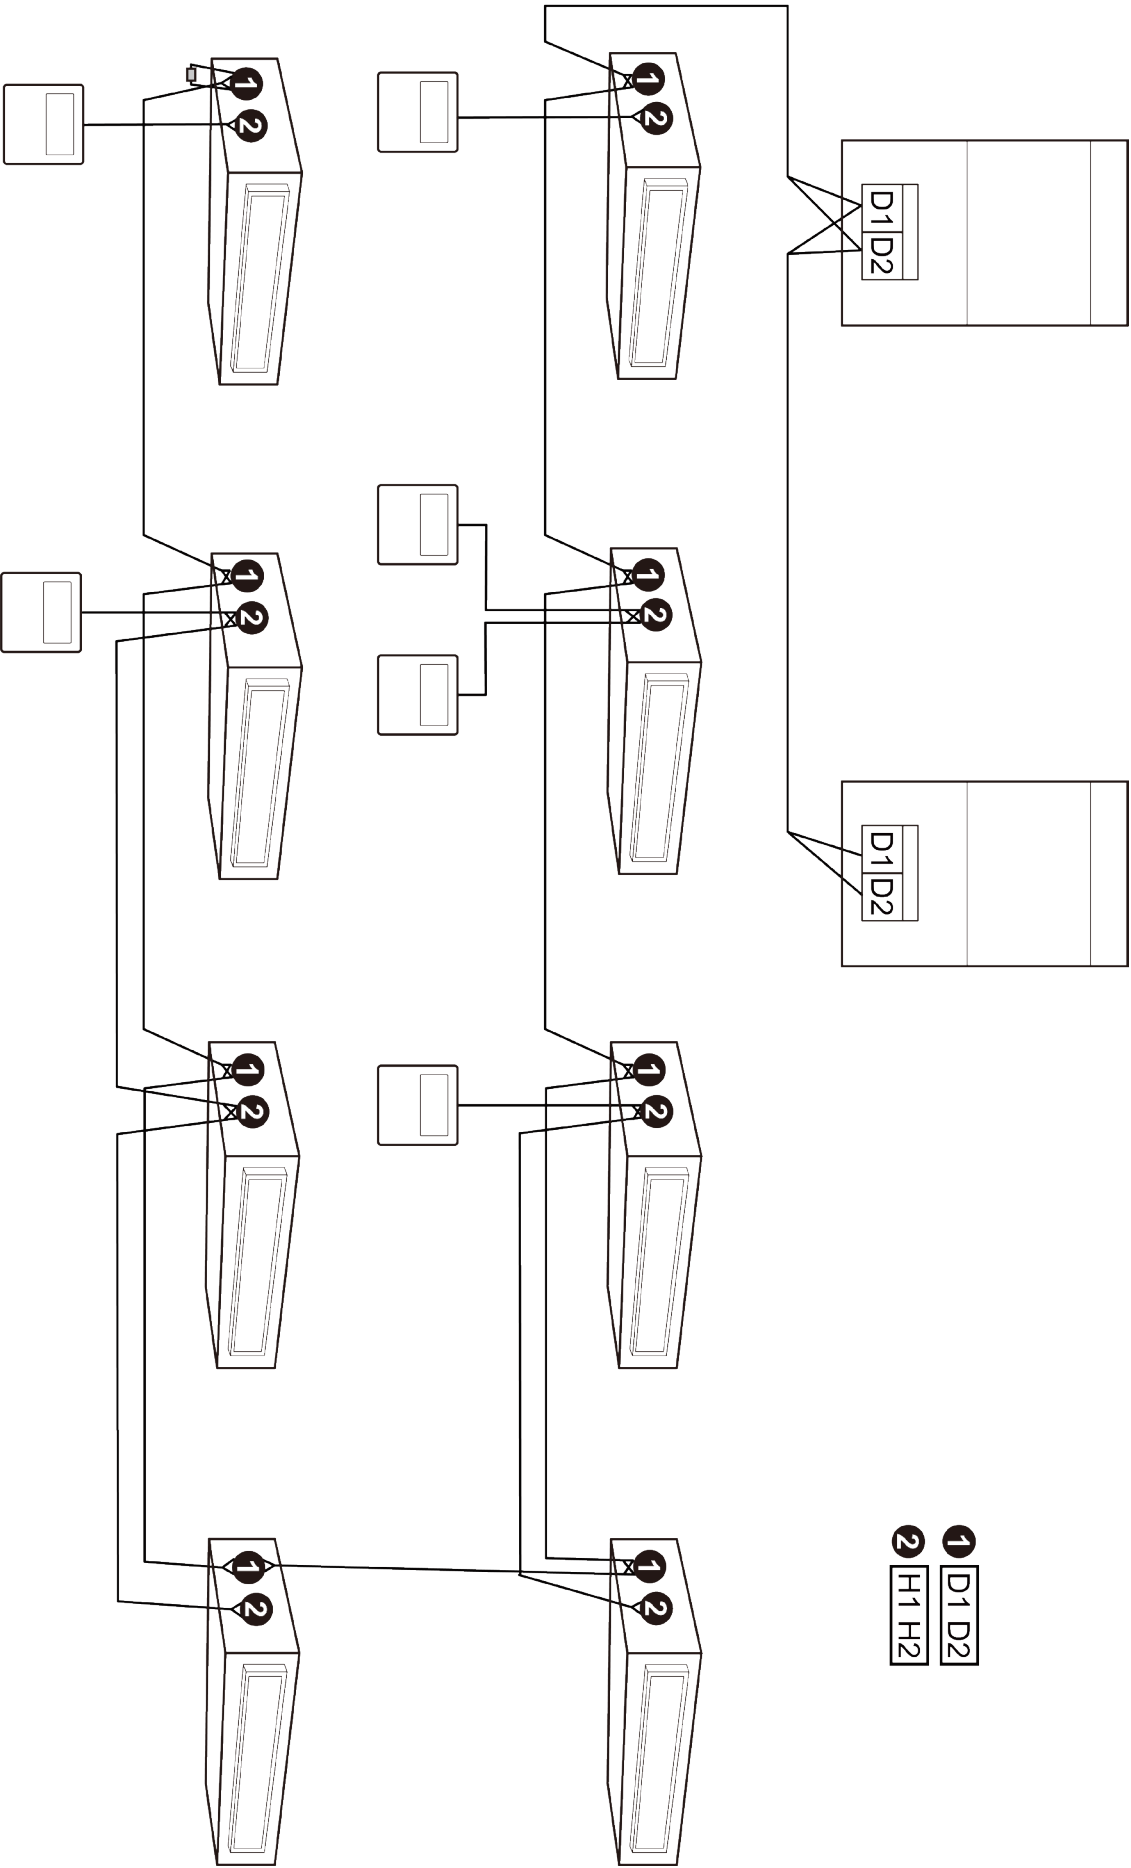

Fig.5.5
- ❶ Le fil de communication de l'unité intérieure et de l'unité extérieure (ou unité intérieure) est connecté à D1, D2.
- ❷ Le contrôleur filaire est connecté à H1, H2.
- ❸ Une unité intérieure peut connecter deux contrôleurs câblés qui doivent être définis en tant que maître et esclave.
- ❹ Un contrôleur filaire peut contrôler 16 unités intérieures maximum en même temps. (Comme le montre la Fig.5.5).